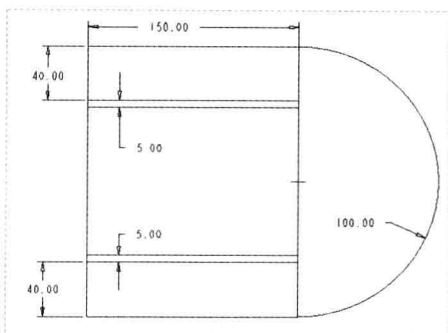

图 3-74 加强其他弱尺寸
Step 04 用与上同样的方法，加强其他弱尺寸，如图 3-74 所示。